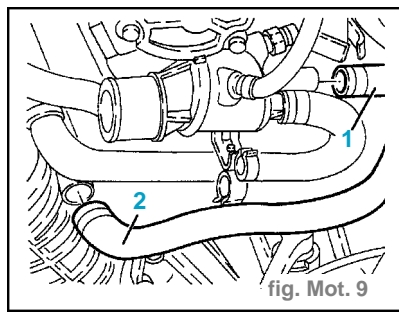

fig. Mot. 9
- Débrancher la connexion électrique (2) d'alimentation du démarreur et de l'alternateur.
- Désassembler la tubulure d'amenée d'eau (1) au réchauffeur d'avec le thermostat. (fig. Mot.9)
- Désassembler la tubulure de retour d'eau (2) d'avec le réchauffeur depuis le tube